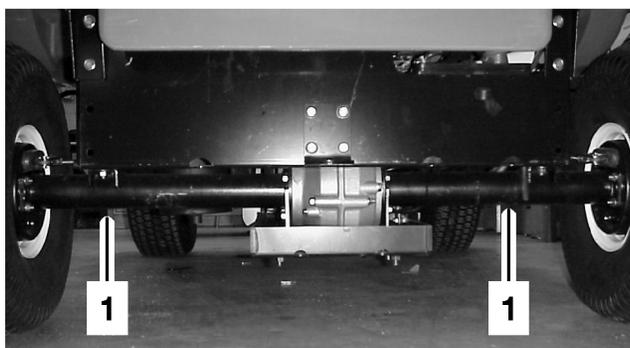
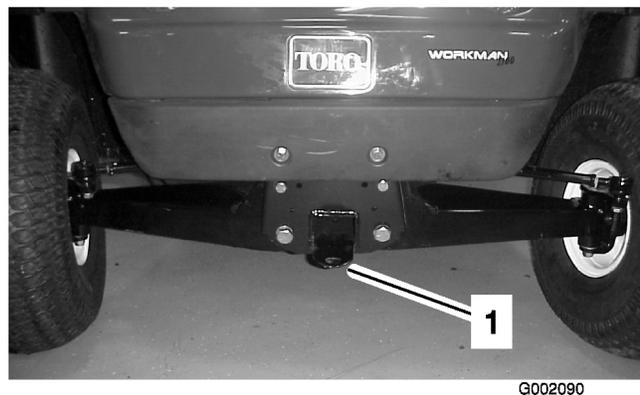

Figura 27
Figura 28
Deverá utilizar um atrelado para deslocar o veículo através de longas distâncias. Verifique se o veículo se encontra bem fixo ao atrelado. Consulte Figura 27 e Figura 28 para localizar os pontos de fixação do veículo.
2. Coloque uma corda de reboque no garfo que se encontra na zona dianteira do chassis (Figura 28).